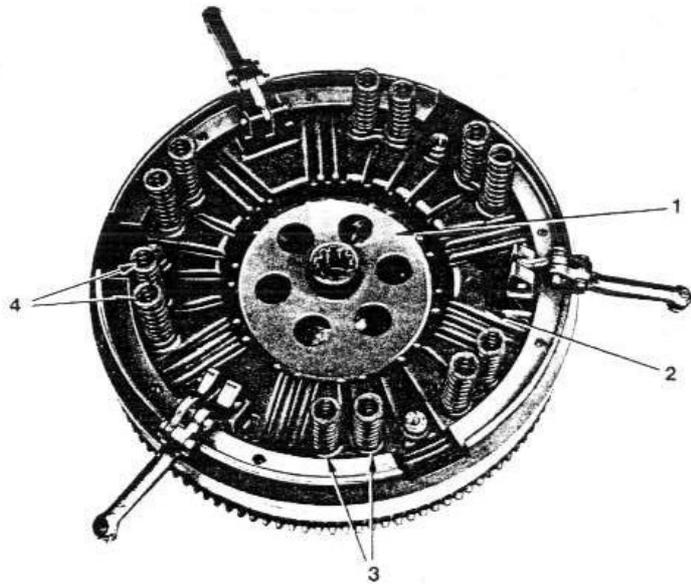
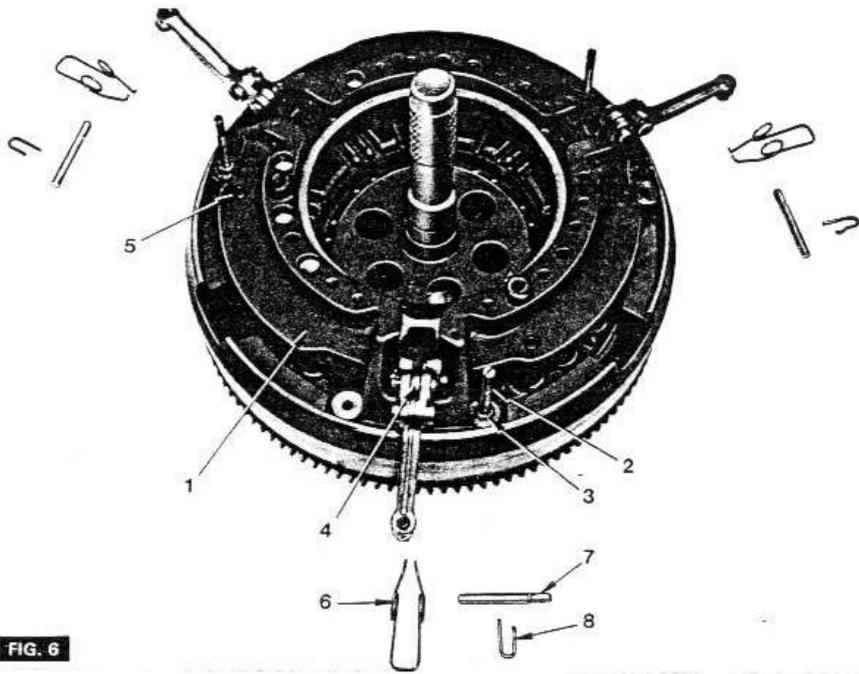

FIG. 5
FIG. 6
- 1 - (figure 5) - Placer le disque (1) sur le volant-moteur.
- 2 - Mettre en place le plateau (2) en respectant les repères.
- 3 - Disposer les rondelles (3) sur le plateau.
- 4 - Mettre en place les ressorts (4).
- 5 - (figure 6) - Placer le couvercle (1) en tenant compte des repères. Veiller au positionnement des ressorts.
- 7 - Remonter les trois vis (2) puis serrer les écrous (3).